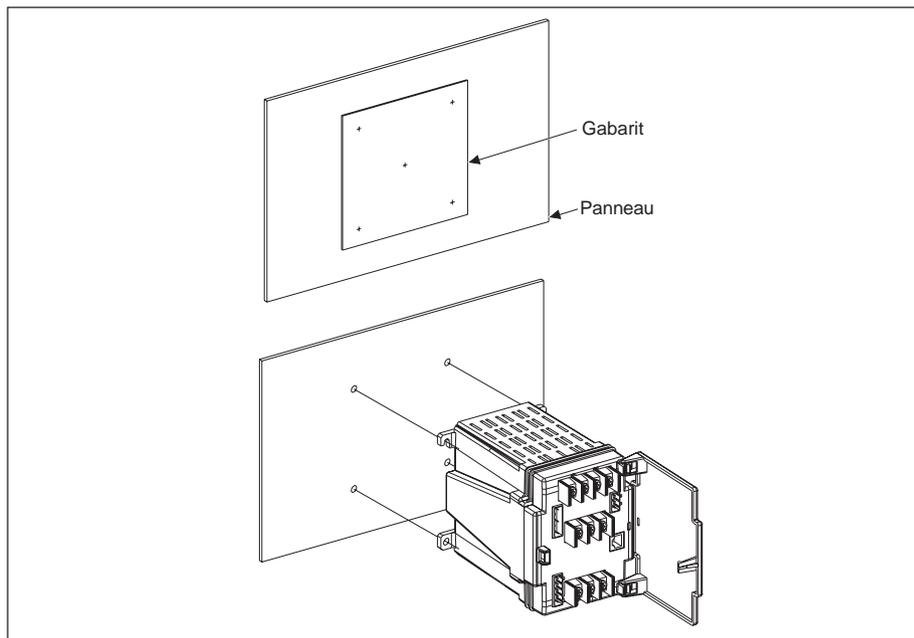
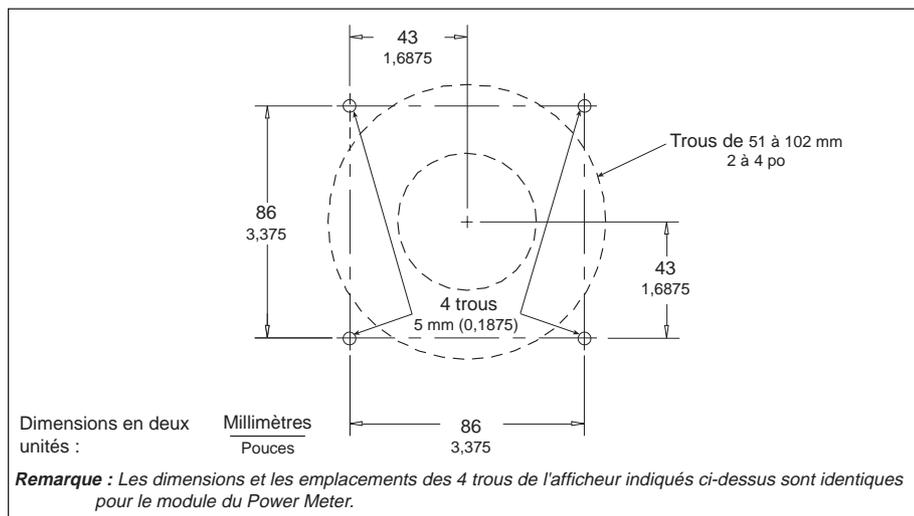

Figure 4-2 : Montage du Power Meter sur un panneau sans découpe existante
Figure 4-3 : Montage sur panneau de l'afficheur du Power Meter
- perpendiculairement, sur un panneau latéral (figure 4-2, page 17)
2. Coller le gabarit livré avec l'afficheur sur le panneau à l'emplacement désiré; s'assurer que le gabarit est de niveau. (Les emplacements et dimensions des trous sont indiqués à la figure 4-3, page 17.) S'assurer qu'aucun fil ni matériel ne sera endommagé de l'autre côté du panneau, puis percer à travers le panneau les 4 trous marqués A sur le gabarit. Utiliser un foret de 5mm.
3. Coller le gabarit livré avec l'afficheur sur le panneau à l'emplacement désiré (voir la figure 4-2, page 17); s'assurer que le gabarit est de niveau. (Les emplacements et dimensions des trous sont indiqués à la figure 4-3, page 17.) S'assurer qu'aucun fil ni matériel ne sera endommagé de l'autre côté du panneau, puis percer à travers le panneau les 4 trous marqués A sur le gabarit. Utiliser un foret de 5mm.